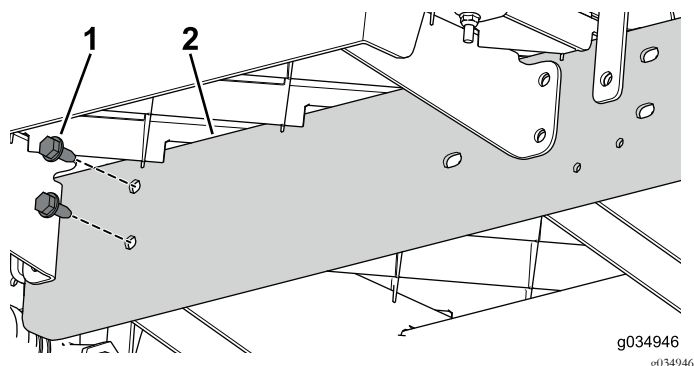

Figure 75
6. Avec les 2 boulons (5/16" x 3/4"), fixez légèrement le longeron d'extension au profilé central de la section avant de la machine (Figure 75).